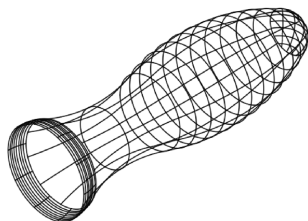

图 12-65 手柄把
(11) 单击“三维工具”选项卡“建模”面板中的“旋转”按钮，以水平线为旋转轴，旋转创建的面域。单击“视图”选项卡“视图”面板中的“西南等轴测”按钮，切换到西南等轴测图，如图 12-65 所示。